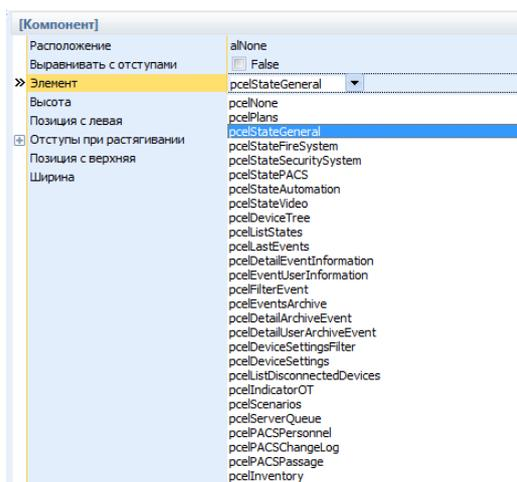

Рисунок 3.32 Свойства компонента, выбран элемент Общее состояние
**Компонент** – компонент пользовательского интерфейса, может быть одним из перечисленных элементов. Выбрать элемент можно из раскрывающегося списка в поле инспектора объектов (Рисунок 3.32). Остальные свойства указываются аналогично другим компонентам.